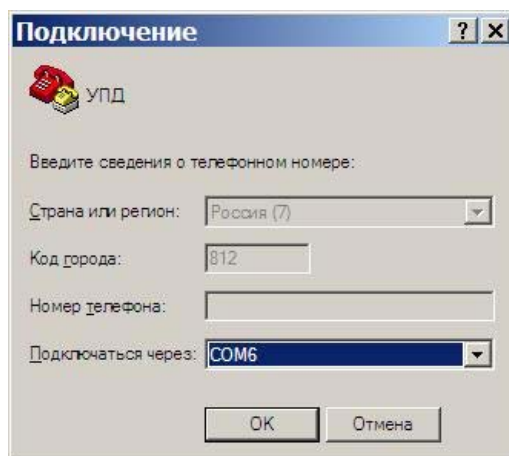

Рисунок 6.9 – Окно «Подключение»
6.3.11 Появится окно «Подключение» (см. рисунок 6.9).